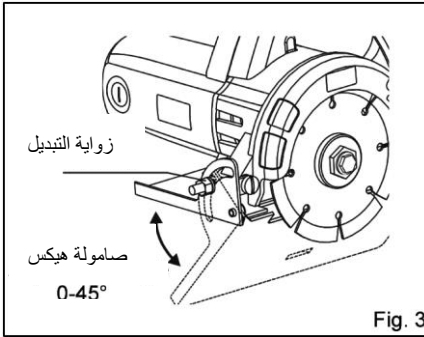

Fig. 3
- أولا فك ترباس الجناح على دليل العمق، ثم فك الصمولة المجنحة على القاعدة. تعيين للزاوية المطلوبة عن طريق تمليك قاعدة وفقا لذلك. (Fig. 3).